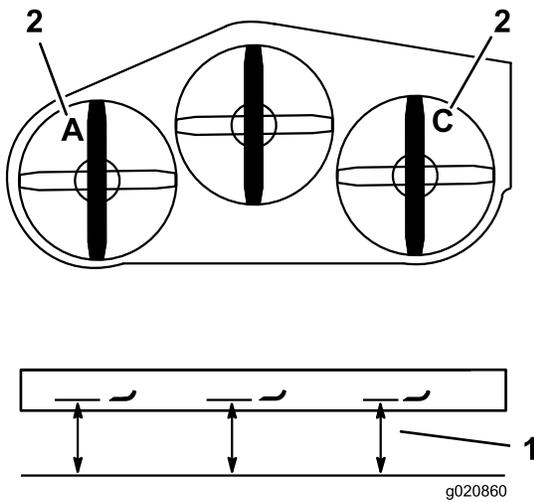

Figura 86
3. Mida la cuchilla izquierda en la posición **A** desde una superficie nivelada hasta el filo de corte de la punta de la cuchilla, y anote esta medida (Figura 86).
4. Mida la cuchilla derecha en la posición **C** desde una superficie nivelada hasta el filo de corte de la punta de la cuchilla, y anote esta medida (Figura 86).
3. Mida la cuchilla derecha en la posición **C**, desde una superficie nivelada hasta el filo de corte de la punta de la cuchilla, y anote esta medida (**Figura 86**).